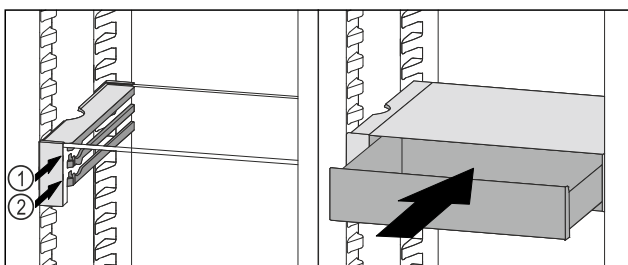

Fig. 132
- ▶ Predal VarioSafe namestite za zaustavljalnimi elementi na želeni nastavek Fig. 132 (1) ali Fig. 132 (2).